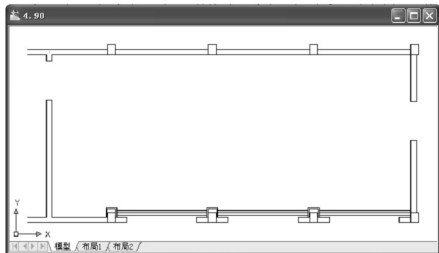

图 4.99 分解图形
(4) 关闭【轴线】图层。
(5) 选择菜单栏中的【修改】|【分解】命令，或在命令行输入“X”并按 Enter 键，启动【分解】命令，在选择对象：提示下，输入“All”后按 Enter 键，表示选择屏幕上所有显示的图形对象作为分解对象，按 Enter 键结束命令，结果如图 4.99 所示。